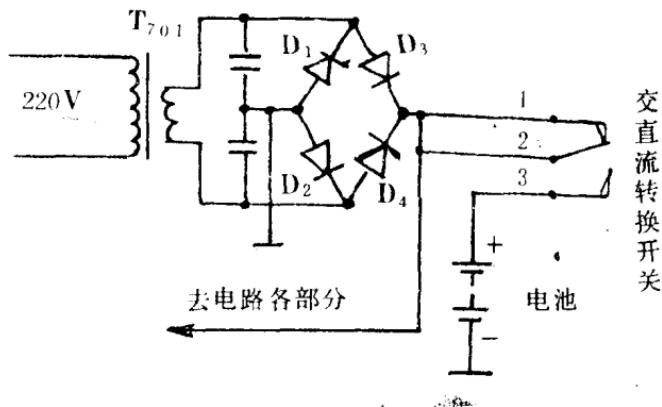

图 5
**原因与修理:**检查交流整流输出电压正常,将电源线拔离市电插座,用万用表 R×1 档测交直流自动转换开关的 1、2 两点电阻值(见图 5),表针无指示(正常值应为零)。显然,故障是由于交流转换点断路造成无法使用交流电。
在此无此插座(交直流转换开关与市电插座为一体化结构)代换的情况下,将图 5 中的 1、2 两点用锡焊连,也同样能实现交直流自动转换。原理是:当电源插头拔离机上插座时,图中的 2、3 点自动导通,由电池给电路供电。1、2 两点虽已焊连,但因整流二极管 D3、D4 得到反向偏压,处于截止状态,不会短路电池。当插入电源插头后,图中 2、3 点自动断开,1、2 点又早已焊连,故转由整流电源给电路供电。